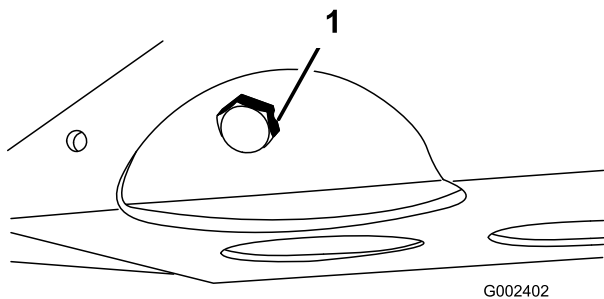

Рисунок 47
2. Снимите сливную пробку и дайте маслу вытечь в сливной поддон (Рисунок 47). Когда масло перестанет течь, поставьте сливную пробку на место.